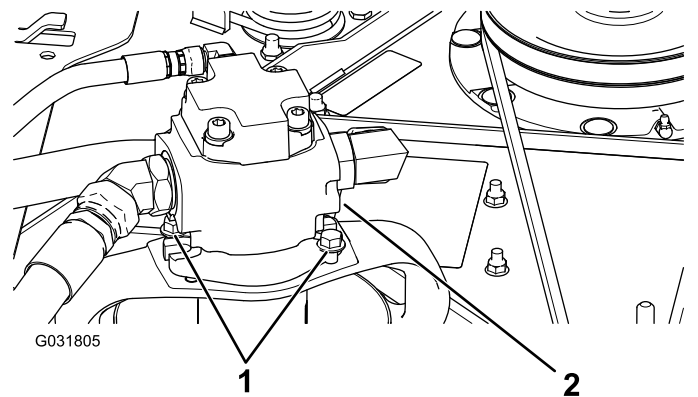

図 115
3. 油圧モータを刈り込みデッキに固定しているボルトを外す 図 115。